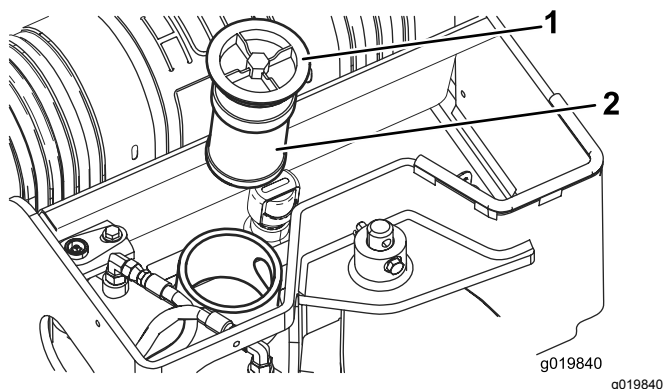

Figura 61
4. Retire e elimine o filtro velho (Figura 61).
5. Instale o filtro hidráulico de substituição e a tampa do tubo de enchimento (Figura 61) e
5. Retire a cobertura do depósito hidráulico e o filtro (Figura 61).
10. Instale o filtro hidráulico e a tampa do tubo de enchimento (Figura 61) e aperte o parafuso na parte superior com 21 a 25 N·m.